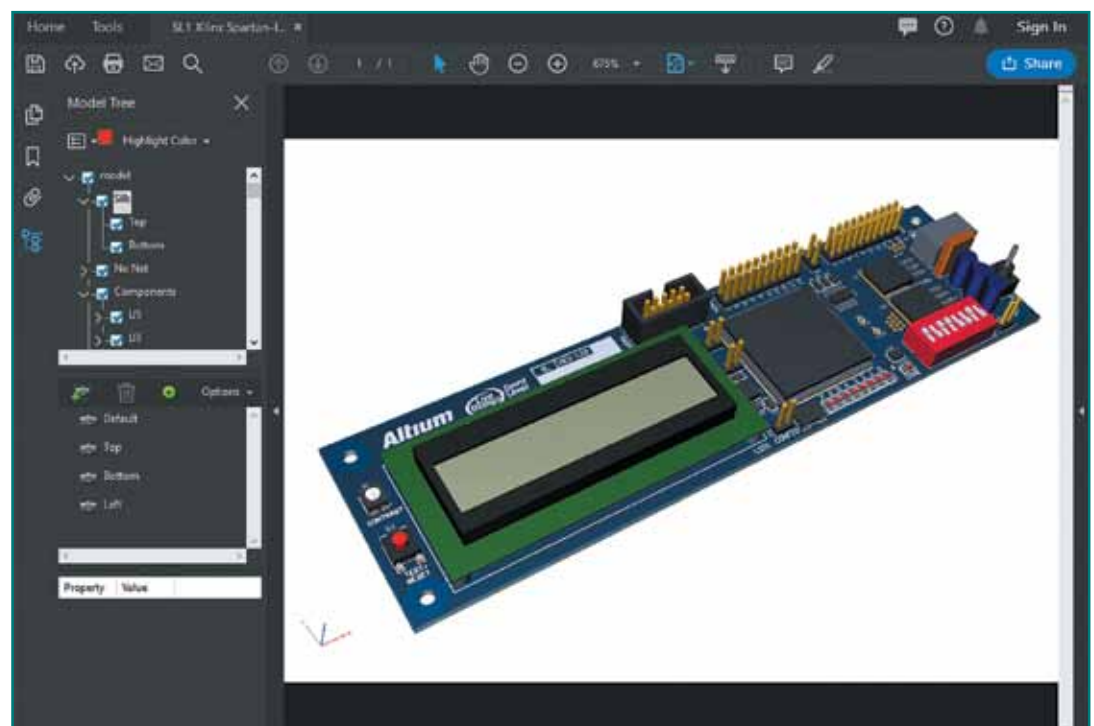

Рис. 1. Файл PDF 3D, открытый в Adobe Acrobat
- выходные документы: схемы, сборочные чертежи, распечатки платы, 3D-вид печатного узла, видео печатного узла, PDF 3D (с поддержкой масштабирования, панорамирования и вращения в Adobe Acrobat и деревом модели — рис. 1), распечатки схем;